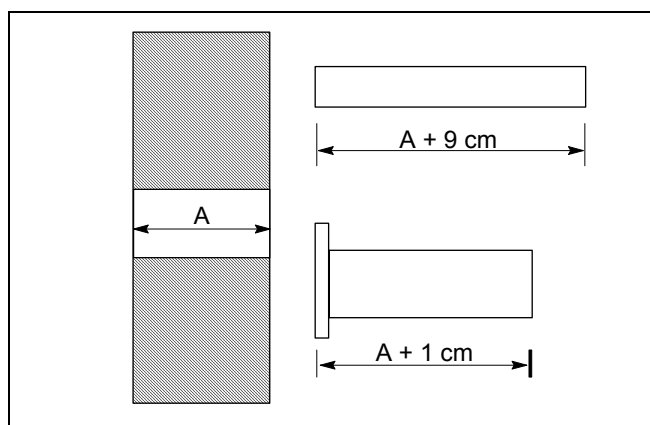

Figura 4
5. Adattare la lunghezza dei tubi (aspirazione e scarico) all'effettivo spessore della parete, tagliando il tratto in eccedenza: per la determinazione dell'esatta lunghezza vedi Figura 4.